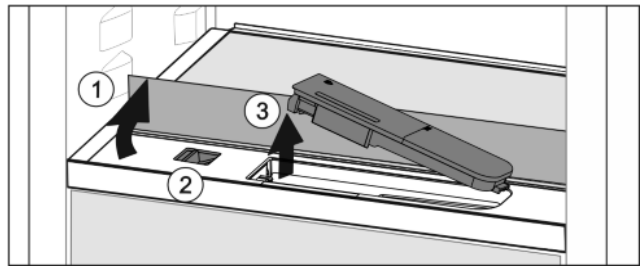

Fig. 38
- ▶ Levante la plancha de cristal y pliéguela hacia detrás hasta que haga tope Fig. 38 (1).
- ▶ Desplace el control deslizante Fig. 38 (2) hacia la izquierda.
- ▶ Retire el depósito de agua Fig. 38 (3).